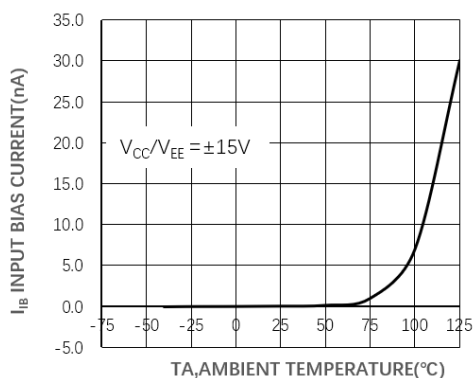

图3 输入偏置电流与温度的关系曲线
- 见图 3, 焊接温度每升高 10°C , JFET 输入放大器的输入偏置电流约增大 2 倍。为了使焊接温度与环境温度尽量保持一致, 必须使用脉冲技术进行试验。
- 见图 3, 焊接温度每升高 $10^{\circ}C$, JFET 输入放大器的输入偏置电流约增加 2 倍。为了使焊接温度与环境温度尽量保持一致, 必须使用脉冲技术进行试验。